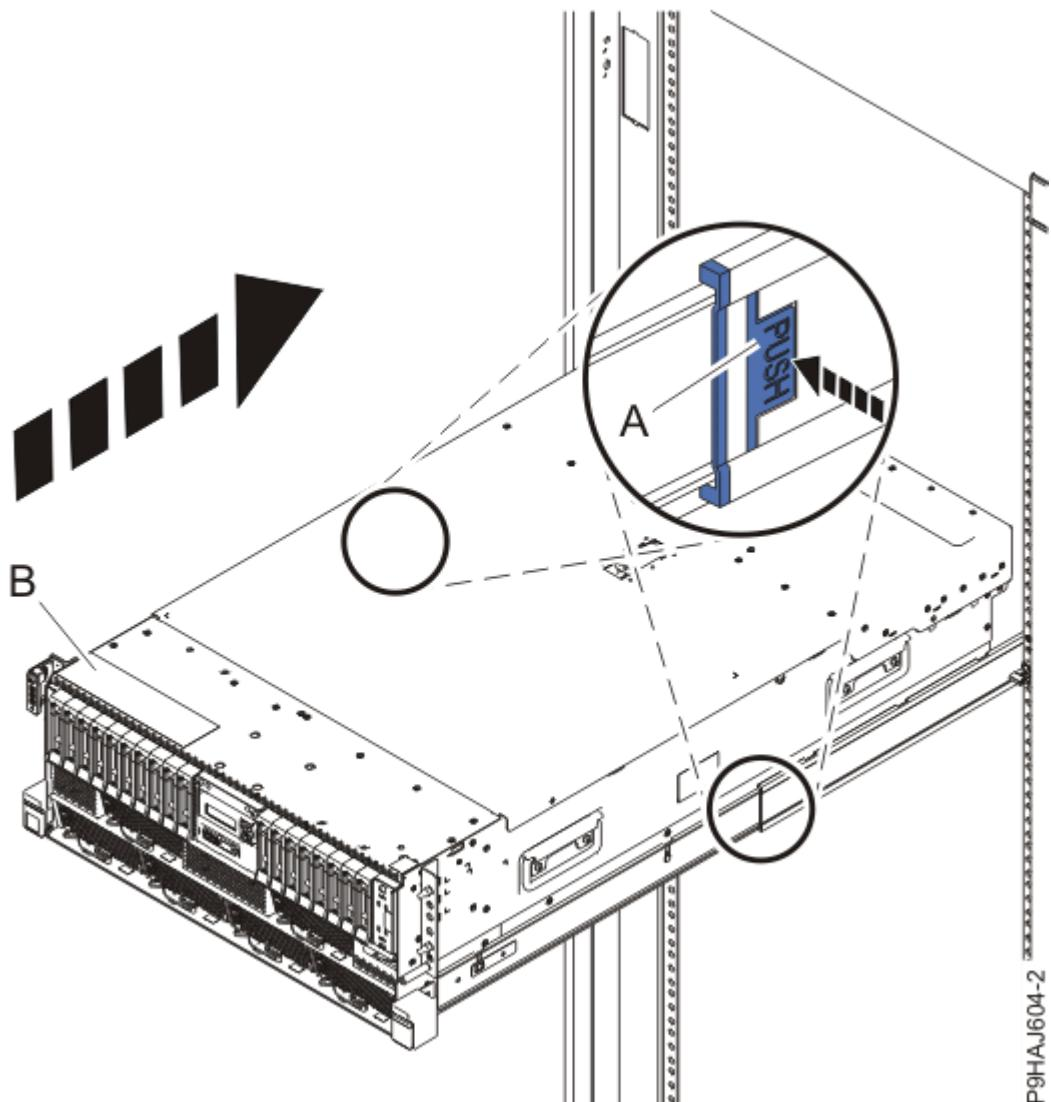

図 17. システムの操作位置への設置
3. ラック・マウント型システムの場合、青色のレール安全ラッチ (A) を、20 ページの図 17 に示されているように内側に押してアンロックします。